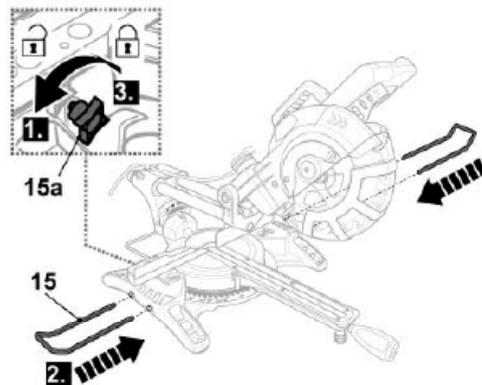

Fig. 6
- > Puis fixez-les en resserrant les boutons de verrouillage [15a] (Fig. 6,7).